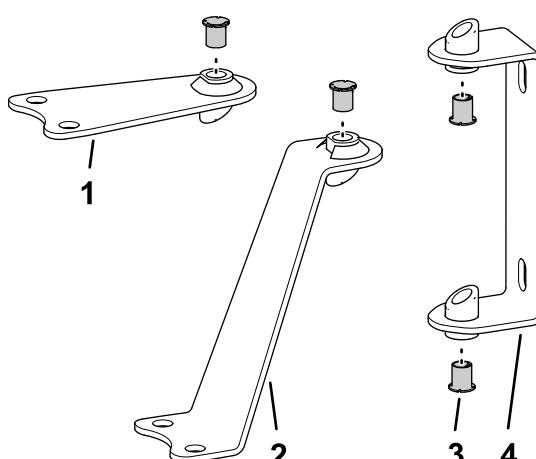

**Рисунок 2**
1. Расположите скобы шарниров и планки, как показано на Рисунок 2 (для открытой стрелы) или на Рисунок 3 (для закрытой стрелы).
2. Вставьте втулки в отверстия сварных труб в скобах и планках шарнирного крепления, как показано на Рисунок 2 или Рисунок 3.